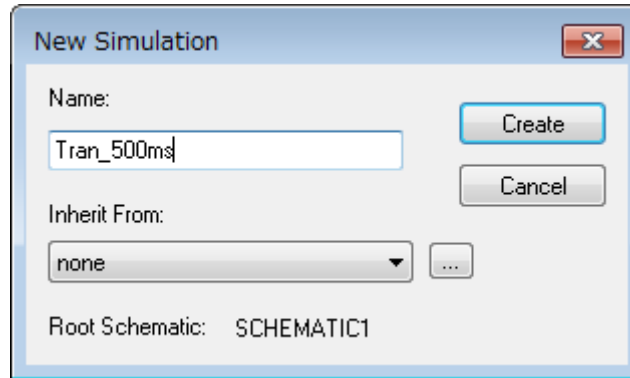

図 5.2 「New Simulation」画面
- (1) OrCAD[®] Capture メニューバー上の「PSpice」-「New Simulation Profile」をクリックすると、図 5.2 の「New Simulation」ウインドウが表示されます。任意のプロファイル名を指定し、「Create」をクリックしてください。